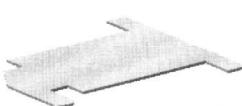
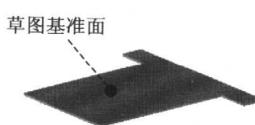

图 1.5 薄片 1
图 1.6 草图基准面
Step3. 添加图 1.5 所示的钣金特征——薄片 1。
(1) 选择命令。选择下拉菜单 **插入(I)** → **钣金(O)** →  **薄片(A)...** 命令（或单击“钣金”工具栏上的“薄片”按钮 ）。
(2) 定义特征的横断面草图。
① 定义草图基准面。选取图 1.6 所示的表面作为草图基准面。